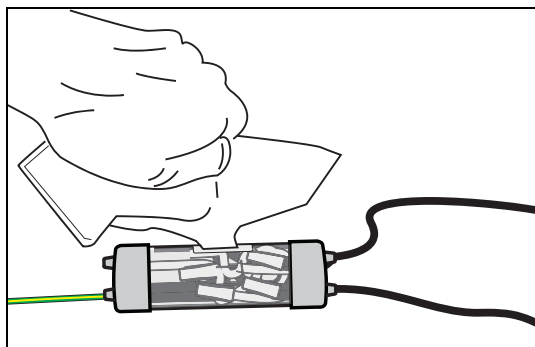

Figura 20. Aplicação do composto selante
6. Depois de a mistura aquecer, corte imediatamente um canto e lentamente encha a luva de plástico do protetor de circuito I.S. [Figura 20]. Pare logo antes de encher toda a luva. **Não encha demais.**